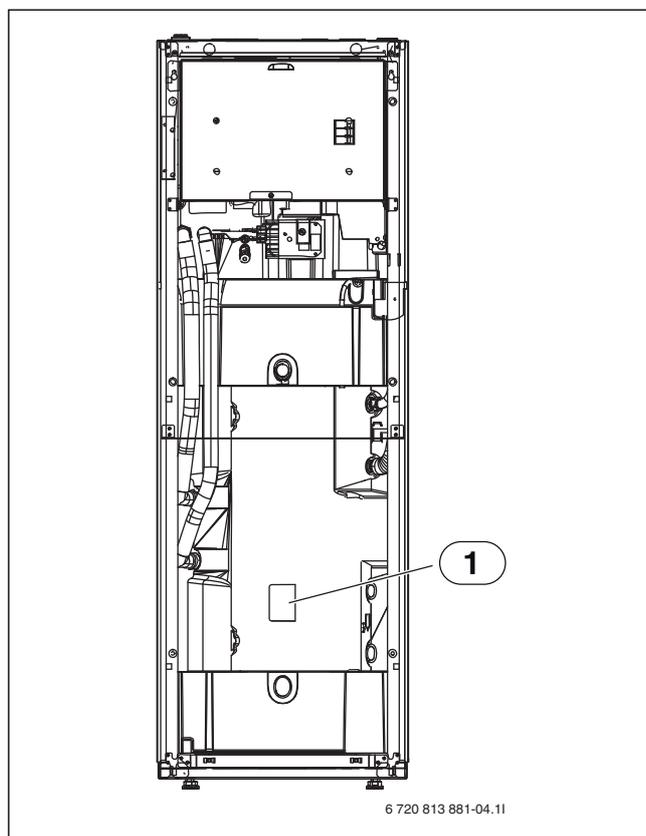

Fig. 12 Sonda TW1 e TS2
- ▶ Installazione della sonda di temperatura del bollitore TS2 (→ fig. 12).